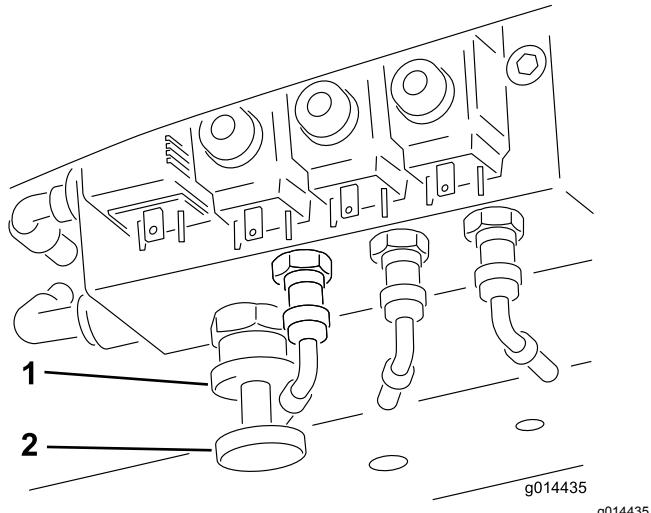

Figura 36
Para activar la transferencia de peso: Puede variarse la cantidad de peso transferida dependiendo de las condiciones de trabajo, girando la rueda de transferencia manual de peso (Figura 36):
1. Afloje la contratuerca de la válvula $\frac{1}{2}$ vuelta en sentido antihorario y sujetela en esa posición (Figura 36).
2. Gire la rueda manual de la válvula (Figura 36) en sentido antihorario para reducir la transferencia de peso o en sentido horario para aumentar la transferencia de peso.